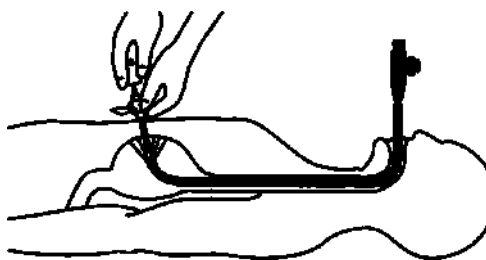

Рис. 8.
- Затем извлеките иглу из пункционной канюли с предохранительным (воздушным) клапаном (Рис. 8).